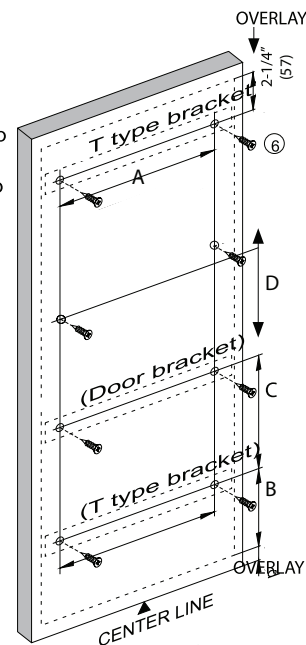

fig. 9
11) Reportez-vous à la figure 9. La première étape consiste à calculer le recouvrement. Mesurez la porte, puis mesurez l'ouverture de l'armoire. Recouvrement = Largeur de la porte moins l'ouverture de l'armoire divisé par 2. Par exemple, la porte a 12 1/2" de largeur, l'ouverture est de 12". $12\frac{1}{2} - 12 = \frac{1}{2}$ ", puis diviser par 2. Le recouvrement est de 1/4".